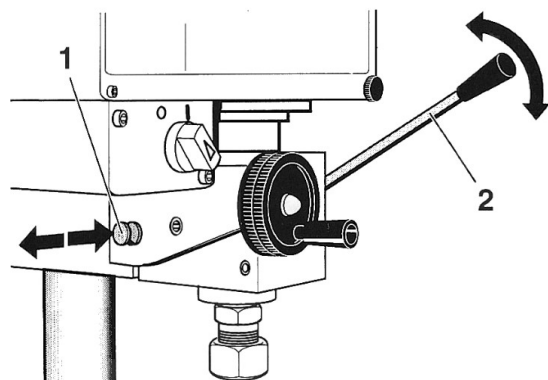

Fig. 13
1. Zum Einschalten den Knopf 1 (Fig. 13) eindrücken, und dabei den Bohrhebel (2) betätigen, bis der Knopf (1) einrastet.
2. Zum Ausschalten Knopf (1) herausziehen.
1. To activate the fine feed depress the button 1 (Fig. 13) and operate the drilling lever (2) until the button (1) engages.
2. To deactivate pull the button (1) out.
1. Enfoncer le bouton 1 (fig. 13) pour enclencher le dispositif et déplacer le levier (2) en va-et-vient jusqu'à ce que le bouton s'encrante.
2. Tirer sur le bouton (1) pour désenclencher le dispositif.
1. Per inserire l'avanzamento fine premere il bottone 1 (fig. 13) e azionare contemporaneamente la leva di foratura (2) finché il bottone (1) si blocca.
2. Per disinserire l'avanzamento fine estrarre il bottone (1).